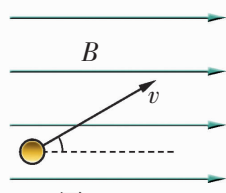

图 1-4-8
5. 如图 1-4-8 所示, 在磁感应强度为  $1 \text{ T}$  的匀强磁场中, 一根长  $20 \text{ cm}$  的导线以  $2 \text{ m/s}$  的速度运动, 运动方向与磁感线成  $30^\circ$  角, 求导线中的感应电动势的大小.